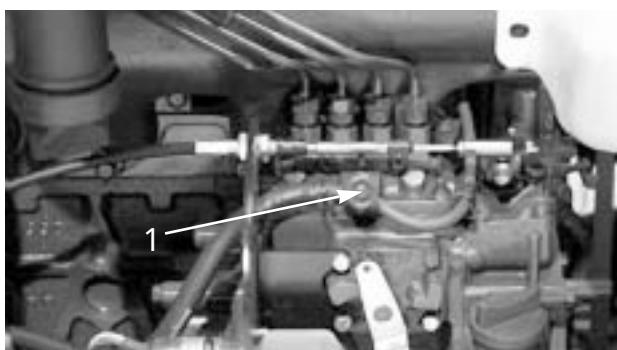

図18
3. 燃料噴射ポンプについているエア抜きネジをゆるめる(図18)